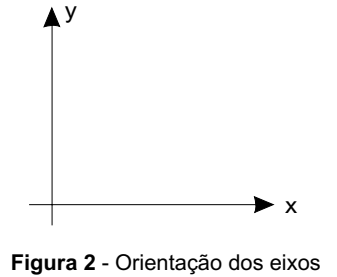

Figura 2 - Orientação dos eixos
- a linha FX indica os componentes de força, em kN, na direção x, e a linha FY indica os componentes de força, em kN, na direção y, conforme orientação de eixos da Figura 2;
- a linha U se refere aos deslocamentos dos nós na direção x, e a linha V, aos deslocamentos dos nós na direção y, conforme orientação de eixos da Figura 2;